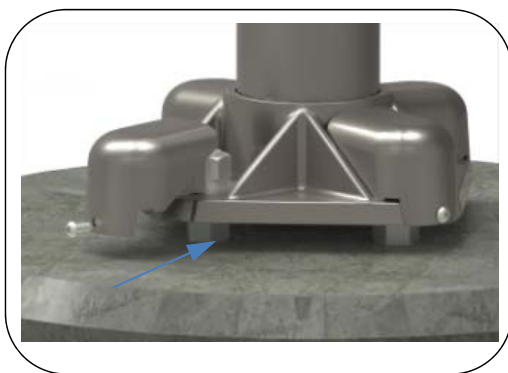

Fig. 5 – Installation des protections d'écrous
7. Installer les protections d'écrous tel qu'illustré sur la Fig. 5.